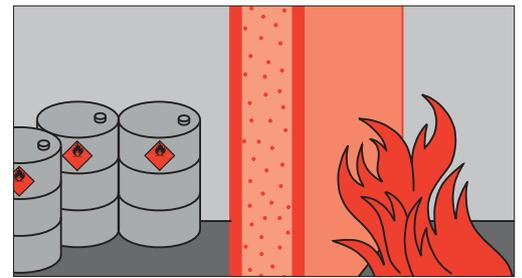

Fig. 3: protection des récipients contre des influences thermiques excessives.
- 3 Les récipients (par ex. fûts, citernes), installations, équipements de travail, conduites, etc. sont-ils protégés contre les **influences thermiques** excessives? (Fig. 3)